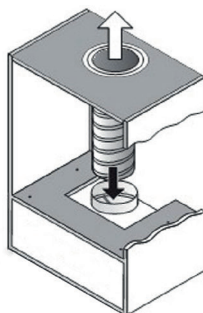

Рис. 6
- закрепить на нем короткий воздухопровод и вывести другой его конец в отверстие сделанное в верхней части шкафа, и зафиксировать (Рис. 6).